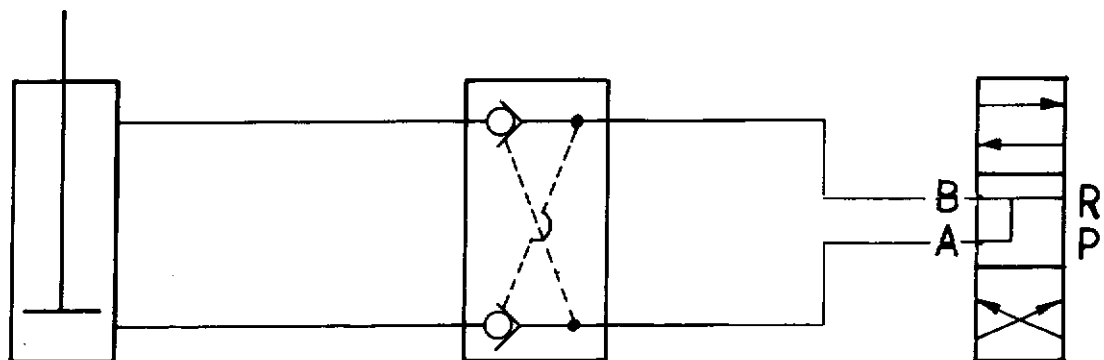

Fig.8
- 5. Steuerventil** Die Art des Steuerventils am Feldhäcksler sollte so sein, daß beide Ausgänge in Neutralstellung offen und drucklos sind. Siehe hierzu Seite 7 und Fig. 8.
**Steuerventil** Das Ein- und Ausklappen der äußeren Mäheinheiten erfolgt über zwei doppeltwirkende Hydrozylinder. Für die Bedienung dieser Zylinder ist am Feldhäcksler ein doppeltwirkendes Steuerventil erforderlich. Bei dem Steuerventil sollten beide Ausgänge in Neutralstellung offen und drucklos sein, siehe Fig. 8.